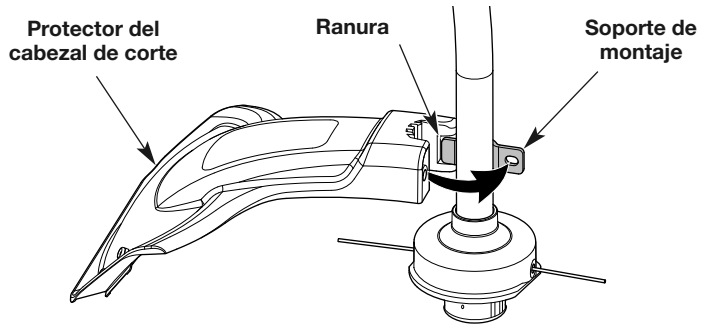

Fig. 1
- Inserte la lengüeta corta (la que no tiene orificio) en el soporte de montaje dentro de la ranura del protector del cabezal de corte (Fig. 1).
- Rote el protector del cabezal de corte en el sentido contrario a las agujas del reloj para alinear el orificio del protector del cabezal de corte con el orificio del soporte de montaje (Fig. 1).